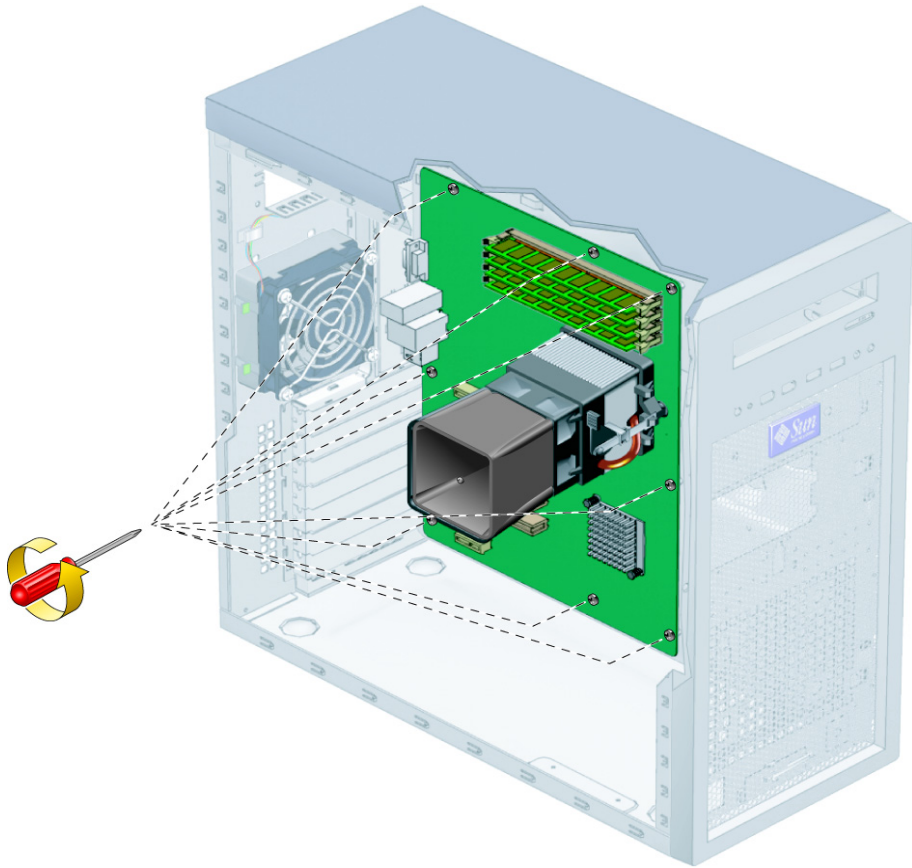

图 4-41 拆卸主板螺丝
6. 卸下将主板固定到机箱中的八颗十字螺丝（参见图 4-41）。